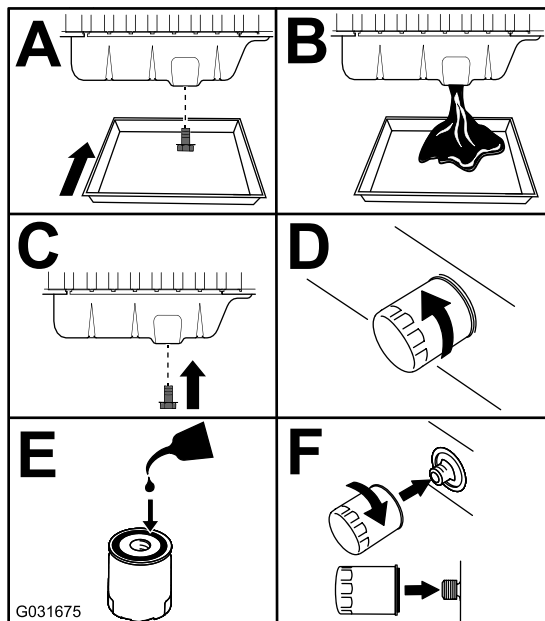

Figure 54
3. Vidangez l'huile moteur et remplacez le filtre à huile (Figure 54).